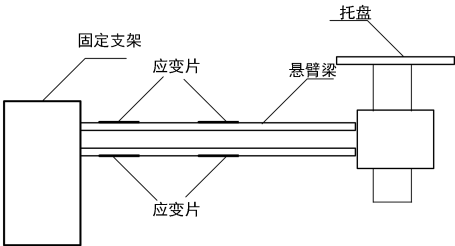

图 1 传感器结构
(2) 选择应变片传感器。传感器结构如图 1 所示, 包括应变片、悬臂梁、固定支架、托盘。